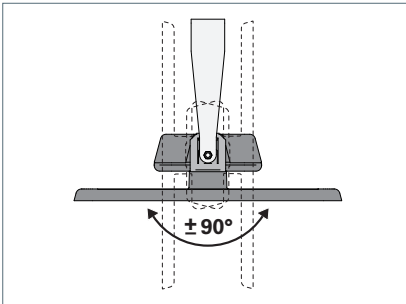

Fig. 10: Aligner le luminaire.
- ▶ Alignez le luminaire, voir Fig. 10.